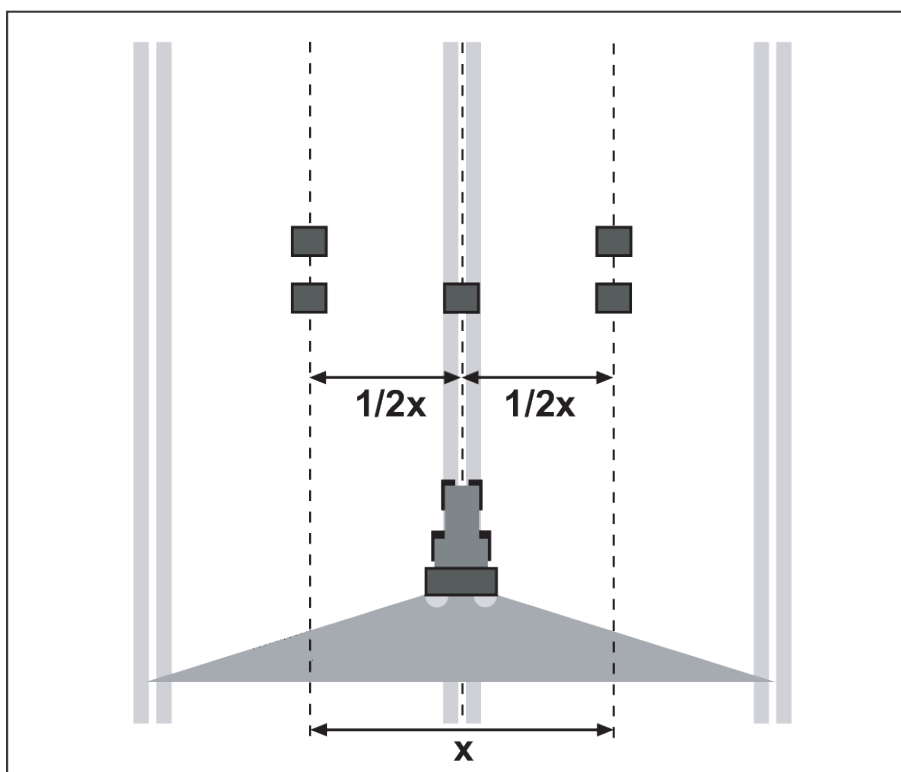

Fig. 34: Oppstilling for én passering
- ▶ Still opp 2 fangskåler med en avstand på **1 m** bak hverandre i overlappingsområdene (mellom kjørebanene) og en fangskål i kjørebanen (tilsvarende Fig. 34).